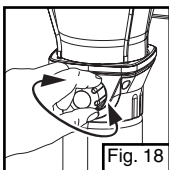

Fig. 18
- L'intensité lumineuse s'ajuste à l'aide de la commande. (Fig. 18)